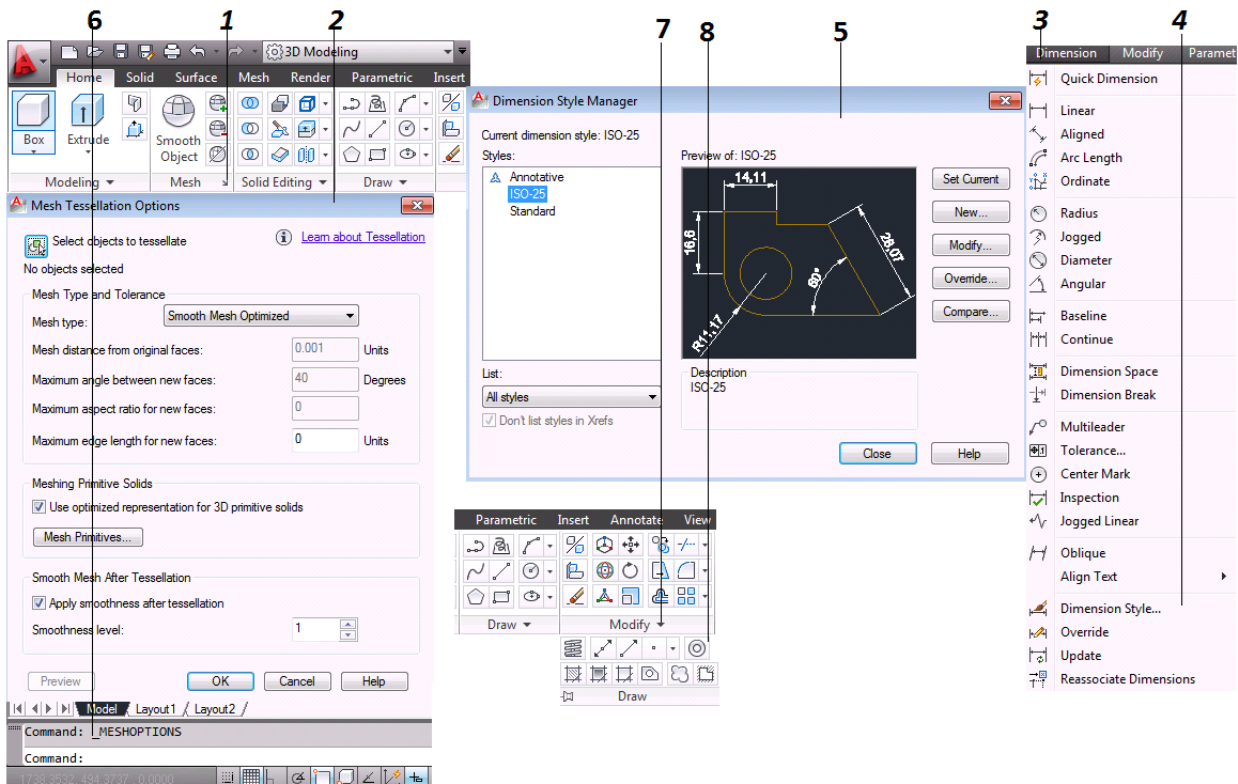

Figura 2.3 Cuadros de Dialogo de AutoCAD 2012
1. Cabeza de flecha inclinada que permite llamar a un cuadro de dialogo (figura 2.3).
2. Cuadro de dialogo llamado por la flecha de alguna categoría de la Cinta [Ribbon] (figura 2.3).
3. Menú de persiana (*figura 2.3*).
4. Puntos indicativos de que hay un cuadro de dialogo (*figura 2.3*).
5. Cuadro de dialogo llamado por menú de persiana (*figura 2.3*).
6. Comando que llama a un cuadro de dialogo (*figura 2.3*).
7. Cabeza de flecha que indica que indica la existencia de más opciones (*figura 2.3*).
8. Más opciones (*figura 2.3*).